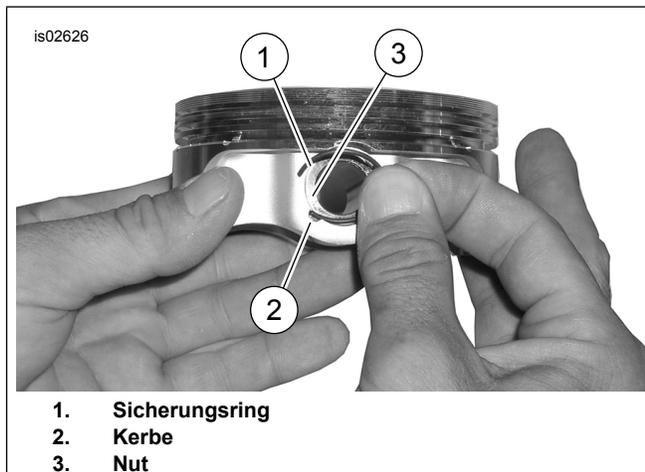

Abbildung 2. Sicherungsring und Kolben (generischer Kolben gezeigt)
- Siehe Abbildung 2 >. Das offene Ende des Sicherungsrings (1) in die Kerbe (2) der umlaufenden Nut (3) des Kolbenbolzenvorsprungs so einsetzen, dass sich die Öffnung beim Einbau entweder in der 12-Uhr-Position oder in 6-Uhr-Position befindet.